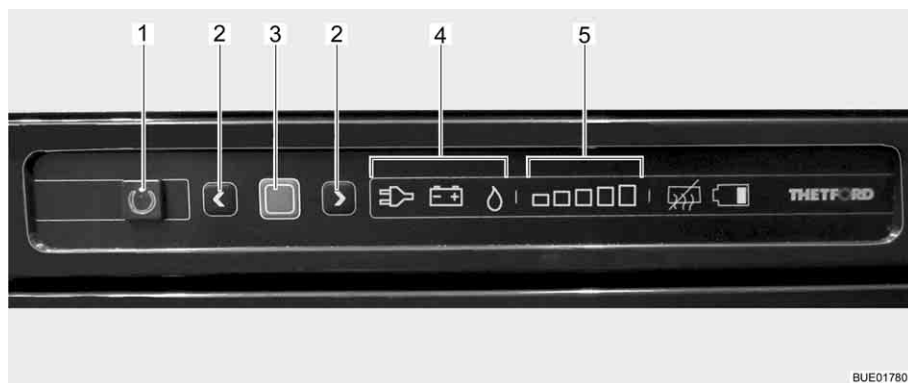

Fig. 218 Boutons de commande pour le réfrigérateur
Le mode de fonctionnement actuel est indiqué par un symbole éclairé (Fig. 218,4) sur l'unité de commande.
Lorsque le réfrigérateur est mis en marche, il choisit automatiquement la dernière température du thermostat sélectionnée. Ce réglage peut cependant être corrigé manuellement à l'aide des touches fléchées (Fig. 218,2). Les barres lumineuses de l'indicateur du degré de refroidissement (Fig. 218,5) indiquent le réglage sélectionné du thermostat. La température de réfrigération de tous les trois types d'énergie est réglée avec les touches fléchées. Il faudra attendre quelques heures jusqu'à ce que le réfrigérateur ait atteint sa température normale de réfrigération. Il garde toutefois son réglage de température lorsqu'on change d'un mode à un autre. La température de réfrigération est maintenue indépendamment du type d'énergie choisi.
- Appuyer sur la touche Marche/Arrêt (Fig. 218,1) pendant 1 seconde. La touche verte (Fig. 218,1) s'allume. L'affichage devient plus sombre pour des raisons d'économie d'énergie au bout d'env. 10 secondes.
- Appuyer sur la touche de confirmation (Fig. 218,3). Le réglage actuel du mode de fonctionnement est affiché.
- Quand le mode de fonctionnement gaz n'est pas réglé : Pour changer le réglage, presser la touche de confirmation (Fig. 218,3) pendant env. 2 secondes.
- Choisir le régime au gaz avec les touches fléchées (Fig. 218,2). L'arrivée de gaz est ouverte. L'allumage s'effectue de manière automatique. Un tic-tac est distinctement perceptible jusqu'à ce que la procédure d'allumage soit effectuée avec succès.
- Appuyer sur la touche de confirmation (Fig. 218,3) pendant env. 2 secondes.
- Appuyer de nouveau sur la touche de confirmation (Fig. 218,3). Le degré actuel de refroidissement est indiqué par les barres lumineuses (Fig. 218,5).
- Pour changer le réglage, appuyer sur les touches fléchées (Fig. 218,2) jusqu'à ce que le réglage désiré soit affiché.
- Appuyer sur la touche Marche/Arrêt (Fig. 218,1) pendant env. 2 secondes. Toutes les lampes s'éteignent. Le réfrigérateur est coupé.
- Quand le régime 230 V n'est pas réglé : Pour changer le réglage, presser la touche de confirmation (Fig. 218,3) pendant env. 2 secondes.
- Choisir le régime 230 V avec les touches fléchées (Fig. 218,2).
- Quand le mode de fonctionnement 12 V n'est pas réglé : Pour changer le réglage, presser la touche de confirmation (Fig. 218,3) pendant env. 2 secondes.
- Choisir le régime 12 V avec les touches fléchées (Fig. 218,2).